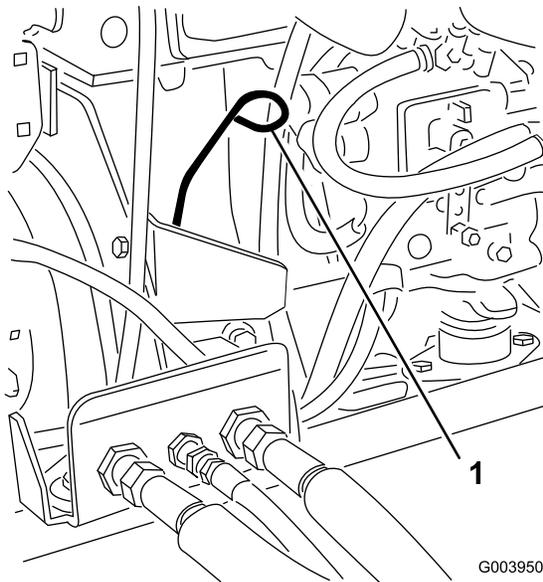

Bild 33
3. Nehmen Sie den Peilstab heraus und wischen Sie ihn ab. Stecken Sie ihn dann ein (Bild 33).